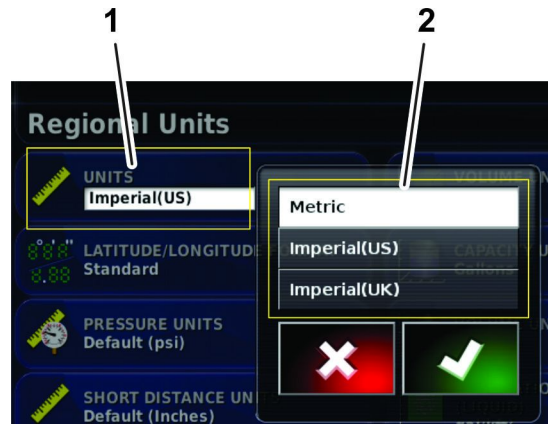

Figura 21
5. Seleccione las unidades correctas y el caudal de aplicación, tal y como sea necesario, y pulse el Icono Confirmar (Figura 21).